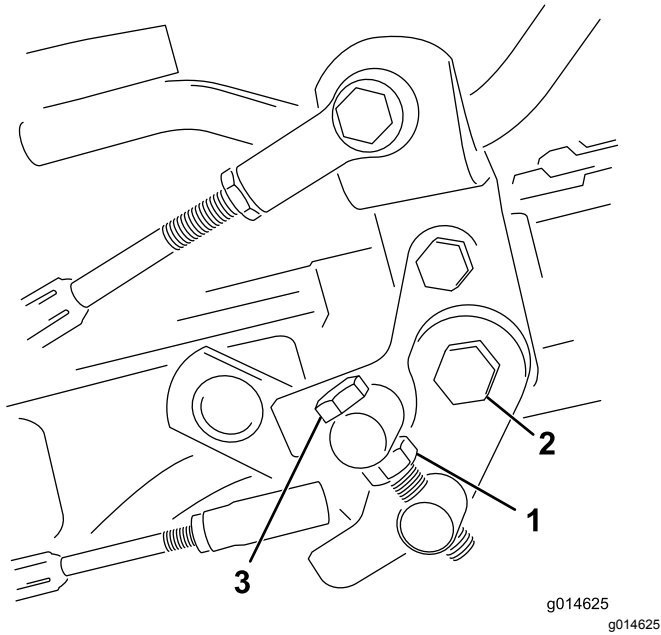

图36
1. 松开枢轴螺栓上的锁紧螺母图36。
4. 上紧枢轴螺栓上的锁紧螺母和踏板枢轴上的螺母锁定调整图36。检查调整情况并按需要调整。